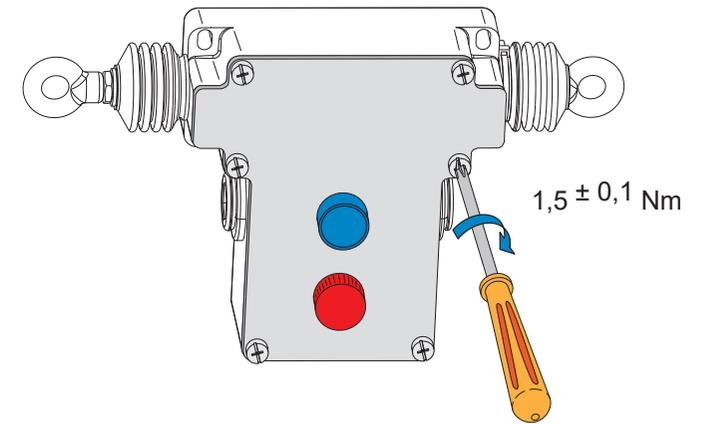

Fig.10
**● Cableado (fig. 10)**
1. Retire la cubierta del dispositivo ① desatornillando los 6 tornillos ⑥.
2. Extraiga la tapa ⑩ o quite los tornillos del tapón obturador ⑪ en función del punto de entrada deseado.
4. Si es necesario, coloque de nuevo el tapón obturador ⑪ y su tuerca en el orificio vacío (par de apriete = 1±0,1 Nm).
5. Levante la hoja protectora ⑫ sin dañarla.
6. Conecte los cables eléctricos a los terminales de los tornillos de entrada ⑦ (par de apriete = 1±0,2 Nm).
7. Compruebe que no pasan cables por el área del interruptor de puesta a cero ⑬.
8. Vuelva a colocar con cuidado la hoja protectora ⑫.
9. Coloque la tapa en el dispositivo ① mediante los 6 tornillos ⑥ (par de apriete = 1,5±0,1 Nm).